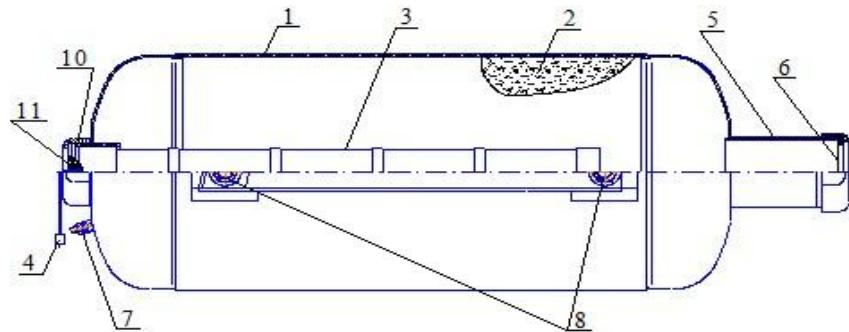
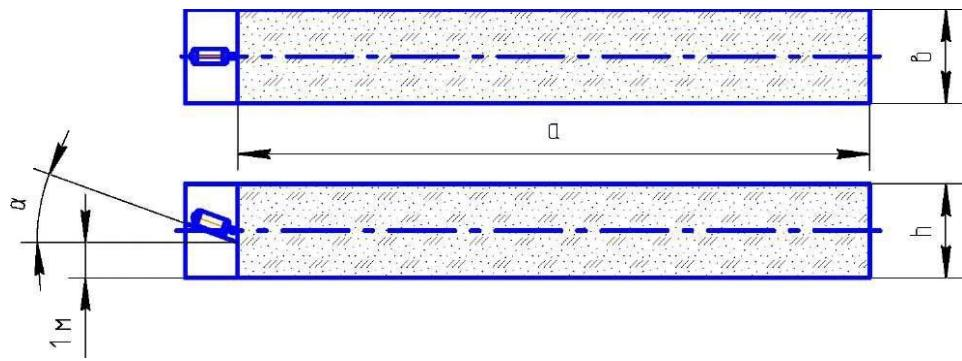
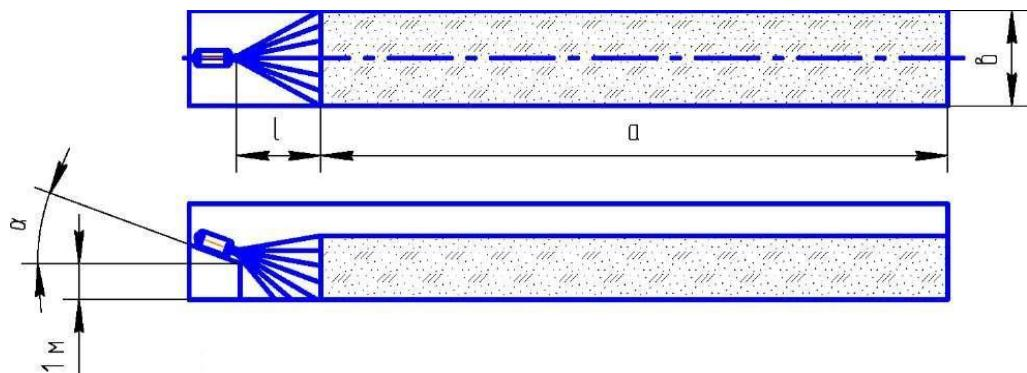
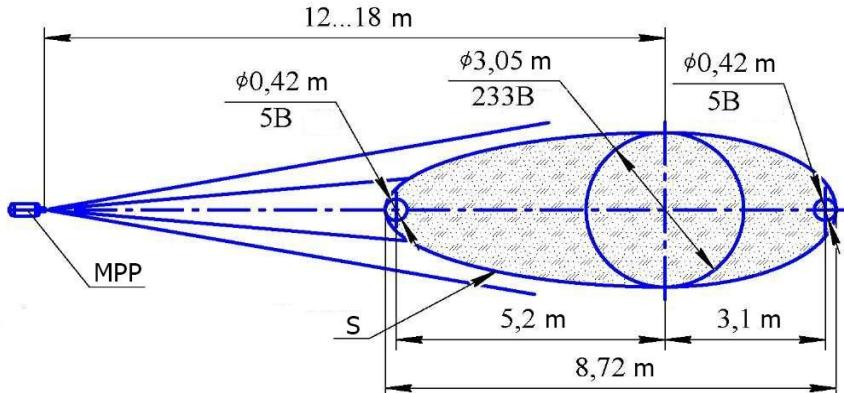

Bild 1
Bild 2
Bild 3. Löschwirkung bei Bränden der Klasse A. (oben) und bei Bränden der Klasse B. (unten)
Bild 4. Flächenskizze der Schutzfläche bei der Löschung lokaler Brände
4.1 MPH (Bild 1) besteht aus dem Druckkörper **1**, der folgendes beinhaltet: Löschpulver (HP) **2** und Kaltgasgenerator (GSP) **3** mit Elektrozünder **4**. In der vorderen Seite der Haube befindet sich der Zerstäuber Einsatz **5**, sowie die Ausgangsöffnung, die mit einer Membrane abschließt **6**. Das Modul ist ausgerüstet mit einer Erdungsklemme **7**. Der obere Teil des MPH ist ausgerüstet mit einem Halter **8**
6.2 Die Aufhängung 8 kann unter der Decke (Bild 1) oder die Aufhängung 9 (Bild 2) kann an der Wand angebracht werden. Bitte markieren Sie die Stellen für die Befestigung der Aufhängung wie auf dem (Bild 3) und an der Wand gem. (Bild 4) dargestellt.
6.6 Die Konfiguration der Pulverausbreitung und die Darstellung der Löschflächen bei der Deckenbefestigung ist auf Bild 4 und den Tabellen 2 und 3, bei der Wandbefestigung auf den folgenden Bildern 3 und 4 sowie in Tabelle 1 dargestellt.